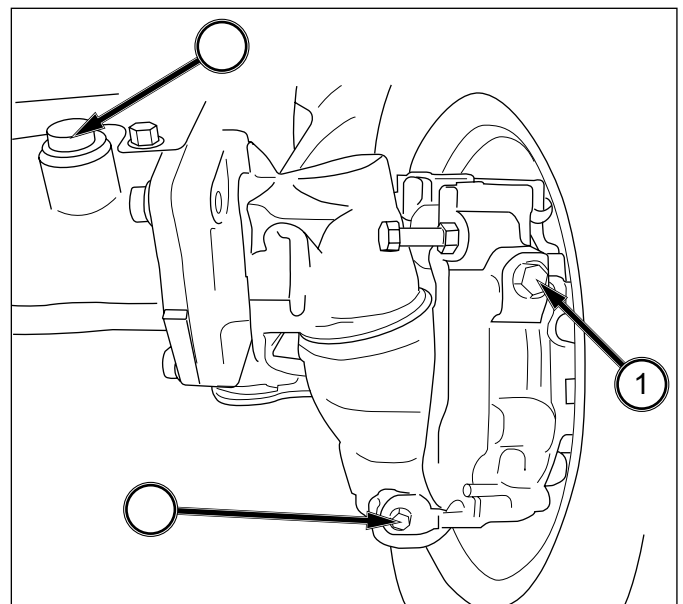

FIG. 6-21
FIG. 6-21: Pour vérifier le niveau d'huile de transmission, gardez le tracteur sur un sol de niveau et retirez la jauge d'huile (1). L'huile doit affleurer ou être légèrement sous l'ouverture du bouchon de niveau. Retirez le bouchon de remplissage (2) et ajoutez l'huile jusqu'à ce qu'elle sorte de l'ouverture du bouchon de niveau. Remontez le bouchon de niveau et le bouchon de remplissage.